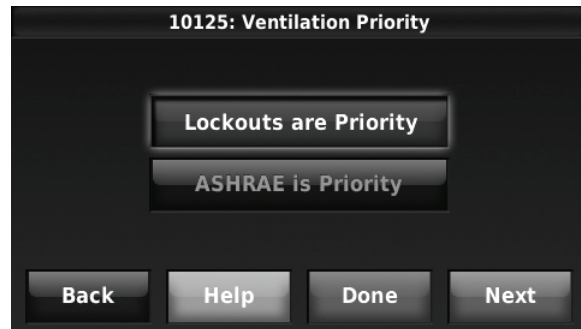

Fig. 259.
7. Select a Ventilation Priority (see Fig. 259):